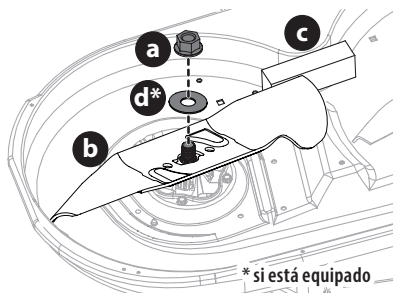

Figura 51
2. Coloque un bloque de madera (c) entre el alojamiento de la plataforma y el borde de corte de la cuchilla (b) para ayudar a aflojar la tuerca hexagonal (a) y la arandela (d)* que fijan la cuchilla (b). Utilice una llave de 15/16 pulgadas para aflojar la tuerca hexagonal (a) y la arandela (d)* (Figura 51).
3. Cuando reinstale las cuchillas, asegúrese de lo siguiente (Figura 51):